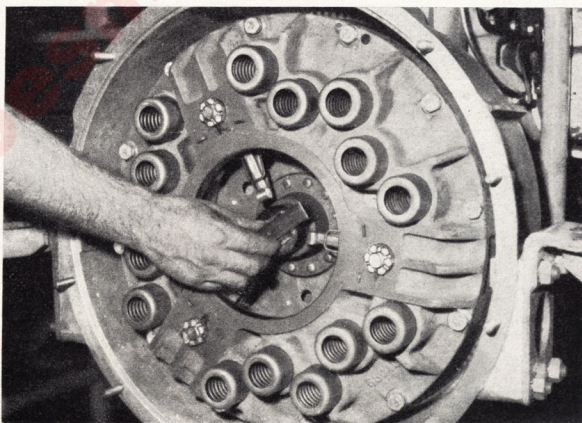

Fig. 15.—Reglando la altura de balancines
4. Efectuar el ajuste de balancines introduciendo el útil indicado en la figura 14, en el cubo del disco y reglar balancines (fig. 15).